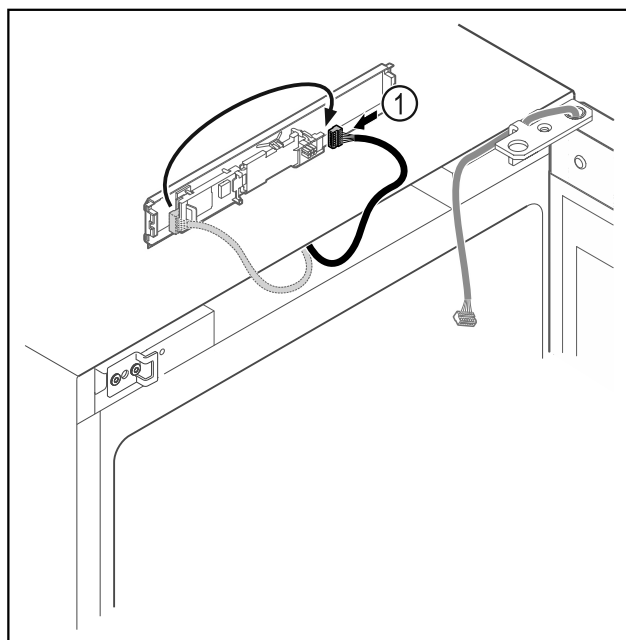

Fig. 17
- ▶ Brancher le connecteur Fig. 17 (1) de l'autre côté.